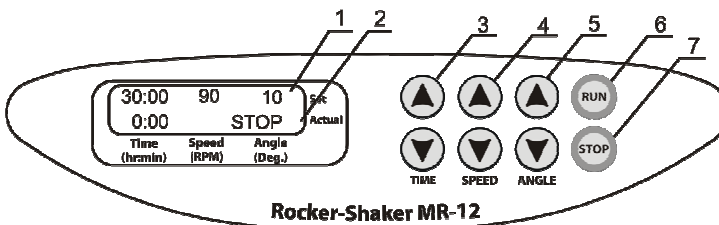

Abb. 1 Vorderseite
- 4.2. Das Display schaltet sich ein und zeigt in der oberen Zeile die zuvor eingestellten Zeit-, RPM-Werte und den Neigungswinkel (Set [eingestellt], Abb. 1/1) und in der unteren Zeile (Actual [Tatsächlich] Abb. 1/2) die aktuellen Parameter an (0:00 - Zeit, Modusanzeige [STOP/ RUN (Stopp/Laufen)]).
- 4.3. Einstellung der Zeit. Mit den Tasten ▲ und ▼ **Time** (Zeit) (Abb. 1/3) können Sie das gewünschte Arbeitszeitintervall in Stunden und Minuten einstellen (Schrittweite 1 Min). Wenn Sie die Taste länger als 3 Sek gedrückt halten, wird die Schrittweite erhöht.
Hinweis: Falls keine Betriebsdauer eingestellt ist und der Timer 0:00 anzeigt, startet durch Drücken der Taste RUN(Laufen) (Abb. 1/6) der kontinuierliche Betrieb, bis die Taste STOP (Abb. 1/7) erneut gedrückt wird.
- 4.4. Einstellung der Geschwindigkeit. Mit den Tasten ▲ und ▼ **SPEED** (Geschwindigkeit)(Abb. 1/4) wird die gewünschte Schüttelintensität in Oszillationen pro Minute eingestellt (Schrittweite 1 oscill/Min). Wenn Sie die Taste länger als 3 Sek gedrückt halten, wird die Schrittweite erhöht.
- 4.5. Einstellung des Neigungswinkels. Mit den Tasten ▲ und ▼ **ANGLE** (Winkel) (Abb. 1/5) wird der gewünschte Neigungswinkel eingestellt (Schrittweite 1 °). Wenn Sie die Taste länger als 3 Sek gedrückt halten, wird die Schrittweite erhöht.
- 4.7. Drücken Sie die Taste **RUN** (Laufen) (Abb. 1/6). Die Plattform beginnt sich zu schütteln und der Timer beginnt, das eingestellte Zeitintervall herunter zu zählen (mit 1 Min Präzision).
- 4.8. Falls die Plattform überlastet ist, macht das Gerät drei Neustartversuche (Anzeige: DRIVER ERROR [TREIBERFEHLER]). Falls die Versuche fehlschlagen, blinkt auf dem Display die Anzeige OVERLOAD (Überlast), begleitet von einem sich wiederholenden akustischen Signal, das durch Drücken der Taste **STOP** ausgeschaltet werden kann (Abb. 1/7). Beheben Sie die Überlastursache, bevor Sie den Betrieb neu starten (siehe Abs. 4.6).